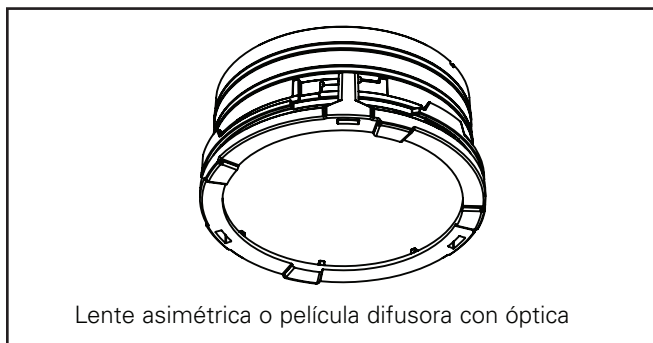

Figura 22.
7. Para instalar el conjunto óptico y de medios/película en el módulo, siga los pasos de "Reemplazo/instalación del conjunto óptico" (Figura 22 y 24)
8. Para ajustar la orientación de la lente asimétrica, sujete la lengüeta de la etiqueta y gírela hasta la posición deseada (Figura 22).